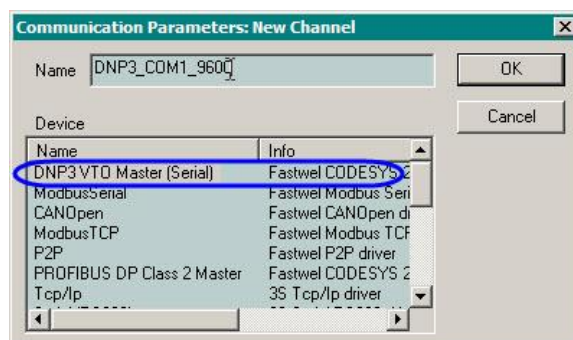
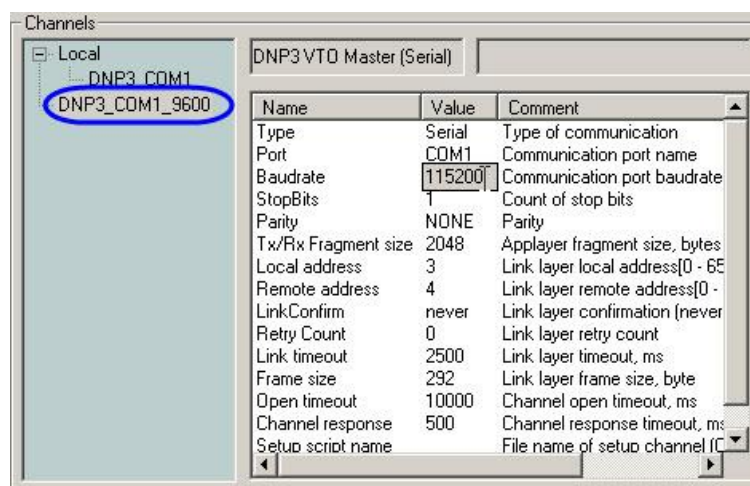

Рис. 49. Создание канала с использованием DNP3 VTO Master (Serial)
Рис. 50. Настройка параметров канала DNP3 VTO Master (Serial)
4. Нажмите кнопку **New** и в появившейся диалоговой панели введите имя создаваемого канала, а в списке **Device** выберите строку **DNP3 VTO Master: Fastwel CODESYS 2.3 Gateway Driver for DNP3 PLCs**, как показано на рис. 49, введите имя канала в поле **Name** и закройте диалоговую панель нажатием кнопки **OK**. В древовидном списке **Channels** диалоговой панели **Communication Parameters** появится элемент, соответствующий созданному каналу, а в таблице параметров канала справа – параметры созданного канала, как показано на рис. 50.